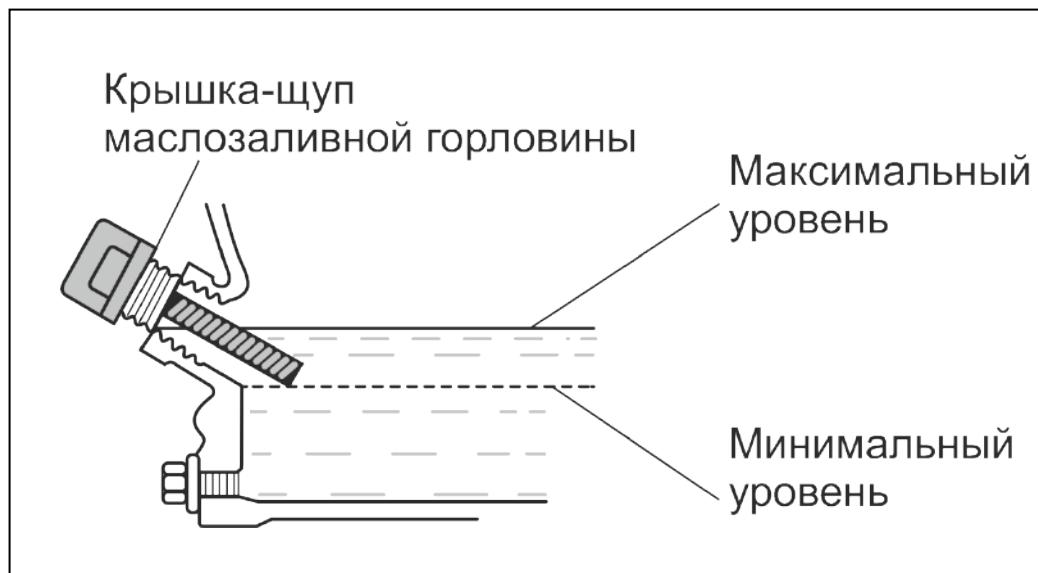

Рис. 7. Проверка уровня масла в картере.
*Максимальный уровень масла в картере соответствует нижней кромке заливного отверстия. (Рис. 7).*
4. Извлеките крышку-щуп и осмотрите его. Уровень масла должен соответствовать верхней отметке на щупе. В случае, если уровень масла ниже необходимого долейте чистое масло до верхней отметки на щупе (это соответствует нижней кромке заливного отверстия). Рис. 7.